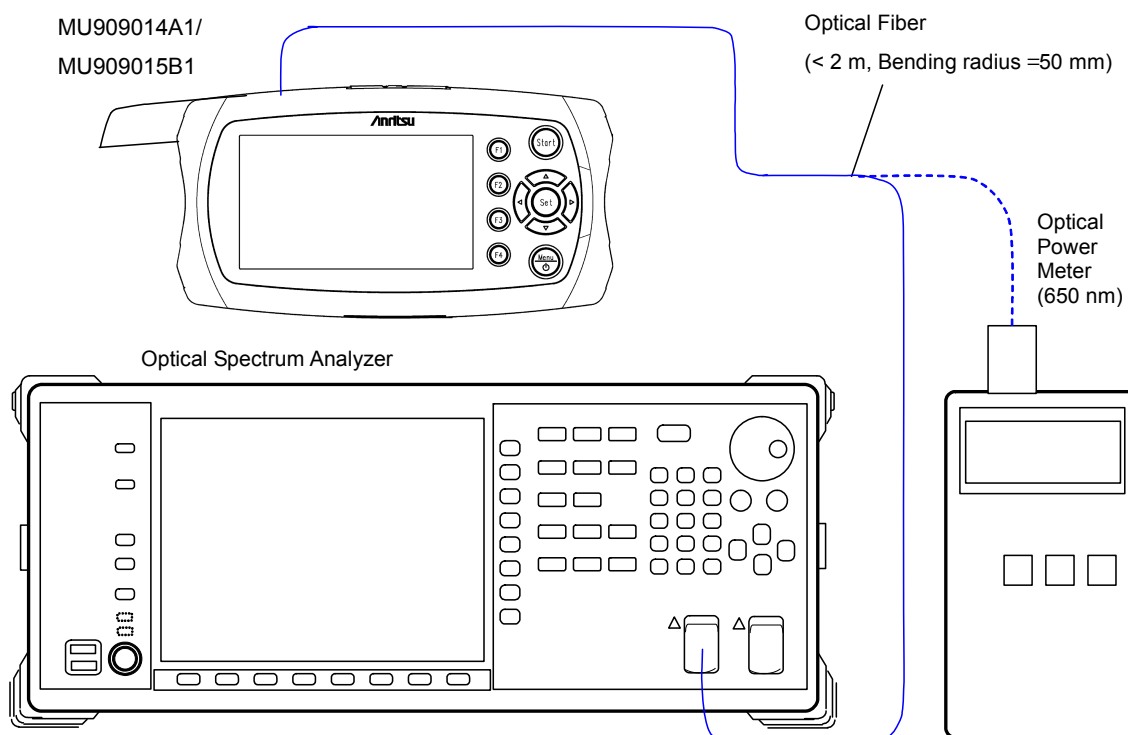

図 11.1.8-1 光パワーレベルと VFL テストの波長の接続図
1. 機器を図 11.1.8-1 のとおりに接続します。
8. 図 11.1.8-1 のとおりに光パワーメータに本器の VFL 出力を接続します。